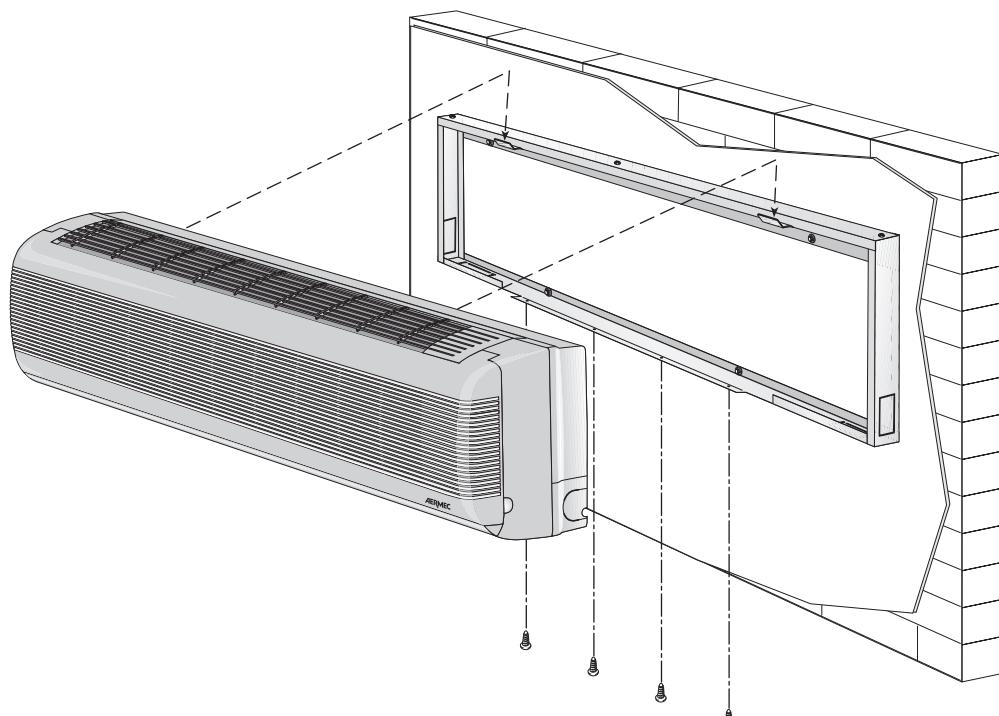

Fig. 5
- La dima consente di effettuare collegamenti idraulici ed elettrici da qualsiasi direzione, è dotata di quattro elementi rimovibili (fig.5) oltre alla possibilità di accedere direttamente dal muro all'interno della dima stessa (figg.6-7-8-9-10-11).
- Fissare il ventilconvettore alla dima. Posizionare la parte superiore sui supporti della dima e spingere la parte inferiore dell'unità fino a che si appoggi, poi fissare con le 4 viti (fig. 5).
- Fix the fan coil to the template. Place the top on the template then push the bottom of the unit until it clips on, finally fix it with the 4 screws (fig. 5).
- Fixez le ventilo-convector au gabarit. Positionnez la partie supérieure sur les supports du gabarit, ensuite poussez la partie inférieure de l'unité jusqu'elle ensuite fixer les 4 vis (fig. 5). Complétez l'installation tel que décrit dans le manuel d'installation des ventiloconvecteurs FCW.
- Den Gebläsekonvektor an den Rahmen befestigen. Den Gebläsekonvektor oben am Rahmen einhaken und unten mit den Schrauben befestigen (Abb. 5).